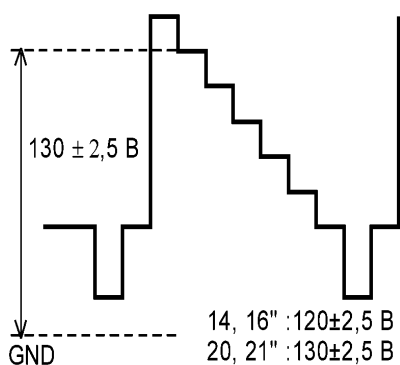

рис.3
4. Регулировкой переменного резистора SCREEN добиться размаха сигнала равным $130 \pm 2,5$ В (рис.3)